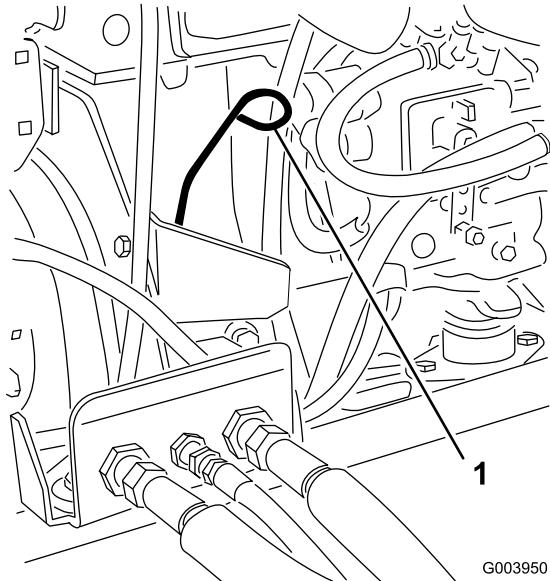

Figure 27
3. Retirez la jauge, essuyez-la sur un chiffon et remettez-la en place (Figure 27).